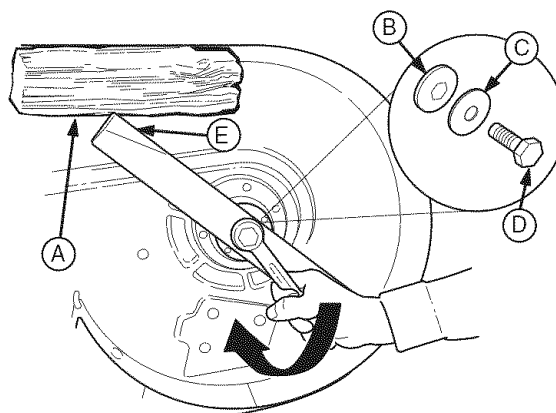

Figura 22. Instalación del Aspa
3. Quite el tornillo de cabeza hexagonal (D, Figura 22), arandela elástica (C), arandela acanalada (B) y asa.
7. Reinstale el asa con las aletas de izado (E, Figura 22) apuntando arriba hacia la cubierta de la podadora como se muestra.
8. Reinstale la arandela acanalada (B, Figura 22), arandela elástica (C) y tornillo de cabeza hexagonal (D). Use un bloque de madera (A) para evitar que el asa gire mientras aprieta el tornillo de cabeza hexagonal (D) a 45-55 ft. lbs. (61-75 N.m). Gire el tornillo de cabeza hexagonal a la derecha para apretarlo.